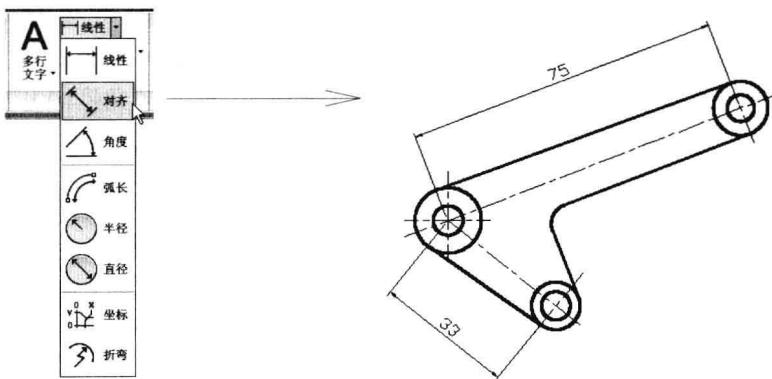

图 7-3-7
- (1) 单击“线性”按钮 \square 右侧的下拉按钮，在弹出的列表中选择“对齐”，或者选择菜单命令“标注 / 对齐”。
- (2) 命令行提示“指定第一条延伸线原点或<选择对象>”，捕捉并单击一点。
- (3) 命令行提示“指定第二条延伸线原点”，捕捉并单击一点。
- (4) 命令行提示“指定尺寸线位置或[多行文字 (M) / 文字 (T) / 角度 (A)]”，移动鼠标，在两点之间拉出标注线，单击鼠标，确定标注线的位置，对齐标注创建完成，如图 7-3-7 所示。